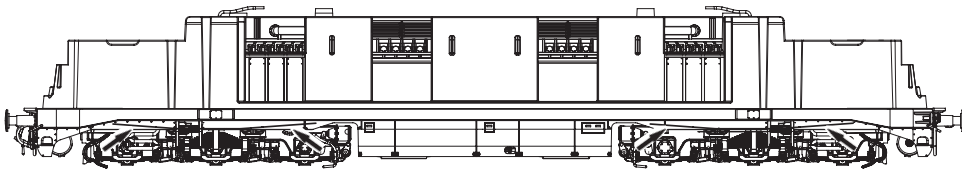
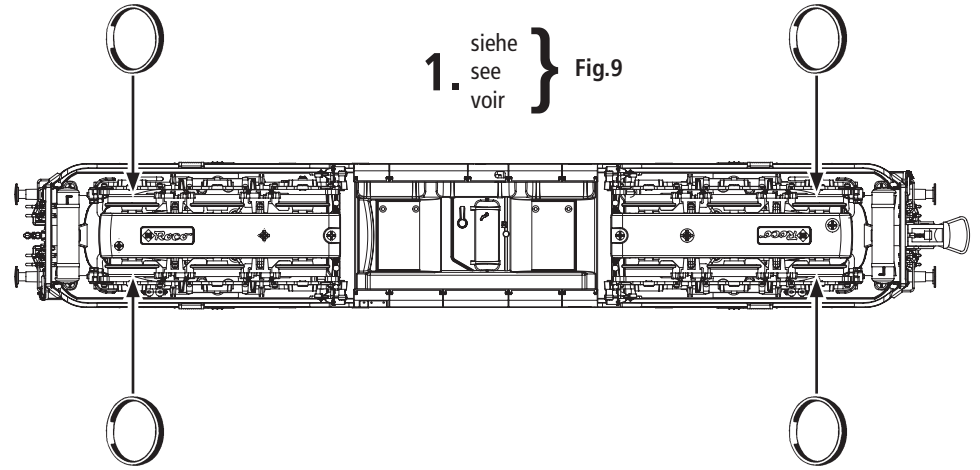

Fig. 8
Fig. 9
3. Haftreifenwechsel: Zuerst den Getriebedeckel abnehmen (Fig. 9). Danach den **Radsatz** herausnehmen und die **Haftreifen** mit einer Nadel od. mit einem feinen Schraubendreher abziehen (Fig. 8). Beim Aufziehen der neuen Haftreifen darauf achten, dass diese sich nicht verdrehen.
3. Change of traction tyre: Remove the gear cover (fig. 9). Take out **wheel set** and remove **traction tyre** using a pin or a fine screwdriver (fig. 8). When pressing on the new traction tyre please **avoid twisting it**.
3. Échange des bandages d'adhérence: Démontez d'abord le **couvercle du carter des engrenages** des en-grenages (fig. 9). Délogez ensuite les essieux bandagés et enlevez, à l'aide d'une aiguille ou d'un tourne-vis fin, les bandages d'adhérence (fig. 8). Lors du montage des nouveaux bandages veuillez veiller à ce que les bandages **ne soient pas tor-dues**.